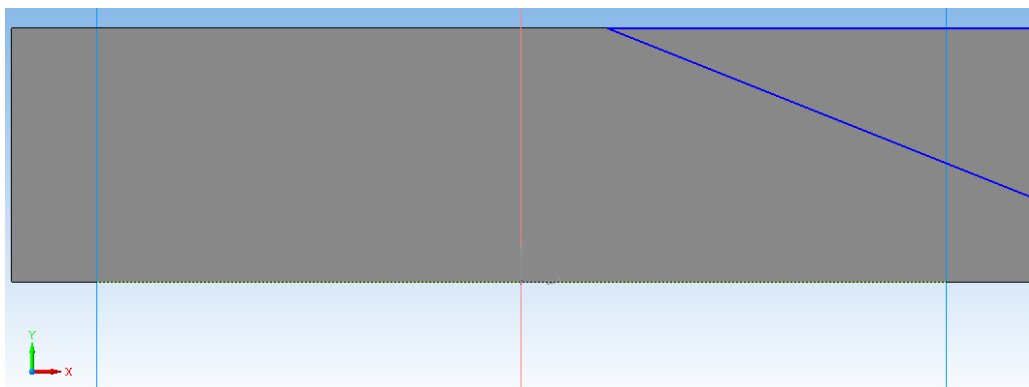

Рисунок 13.20 – Соединение двух отрезков
7. Соедините отрезки (рисунок 13.20).